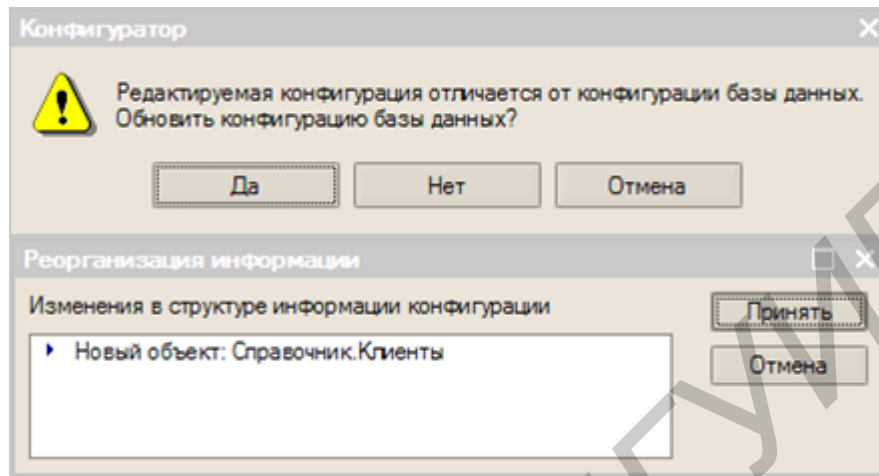

Рис. 4.6. Начало отладки
5. Выполните пункт меню *Отладка* → *Начать отладку*. На появившийся вопрос отвечаем *Да* → *Принять* (рис. 4.6).